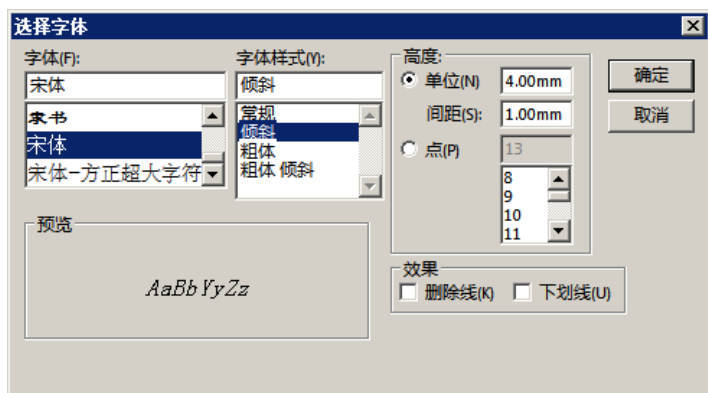

图 2.6.12 “选择字体”对话框
Step3. 设置文本属性。在 **文字(I)** 区域单击 **AB** 按钮；在 **文字(I)** 区域取消选中 ☐ **使用文档字体(U)** 复选框，单击 **字体(F)...** 按钮，系统弹出图 2.6.12 所示的“选择字体”对话框，在“选择字体”对话框的 **字体(F):** 区域选择 **宋体** 选项，在 **字体样式(S):** 区域选择 **倾斜** 选项，在 **高度:** 区域输入数值 4.00，如图 2.6.12 所示。单击